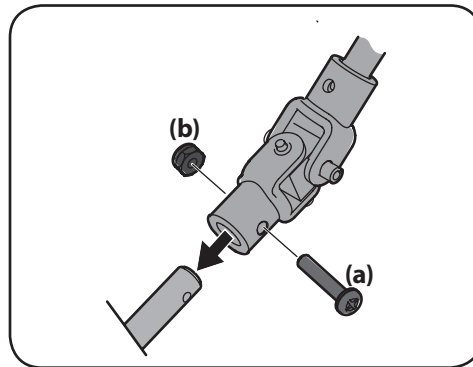

Figura 2-13
2. Retire el tornillo (a) y la tuerca hexagonal (b) de la junta universal. Consulte la Figura 2-13.
3. Coloque la junta universal en el extremo de la varilla del canal como se indica en la Figura 2-13.
4. Sujete la junta universal con la tuerca de seguridad hexagonal (b) y el tornillo (a) que extrajo previamente en el Paso 3. Consulte la Figura 2-13.